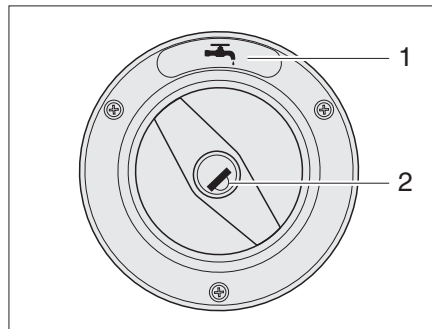
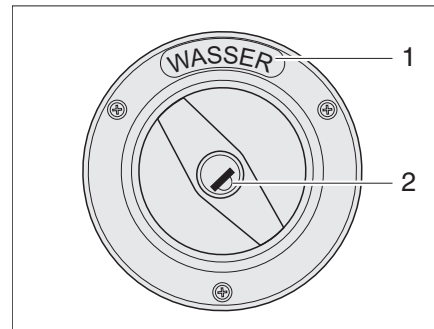

Bild 5 Verschlussdeckel für Frischwasser-Einfüllstutzen (Variante 1)
Bild 6 Verschlussdeckel für Frischwasser-Einfüllstutzen (Variante 2)
- ▷ Der Frischwasser-Einfüllstutzen ist durch das Symbol "☰" (Bild 5,1) oder den Schriftzug "WASSER" (Bild 6,1) gekennzeichnet.
- Schlüssel in Schließzylinder (Bild 5,2 oder Bild 6,2) stecken und entgegen dem Uhrzeigersinn drehen.